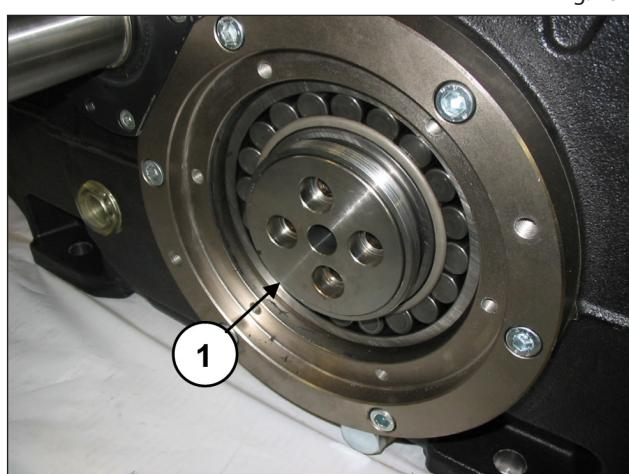

Fig. 14
A flange de bloqueio da bússola deve ser deixada no local (pos. ①, Fig. 14).